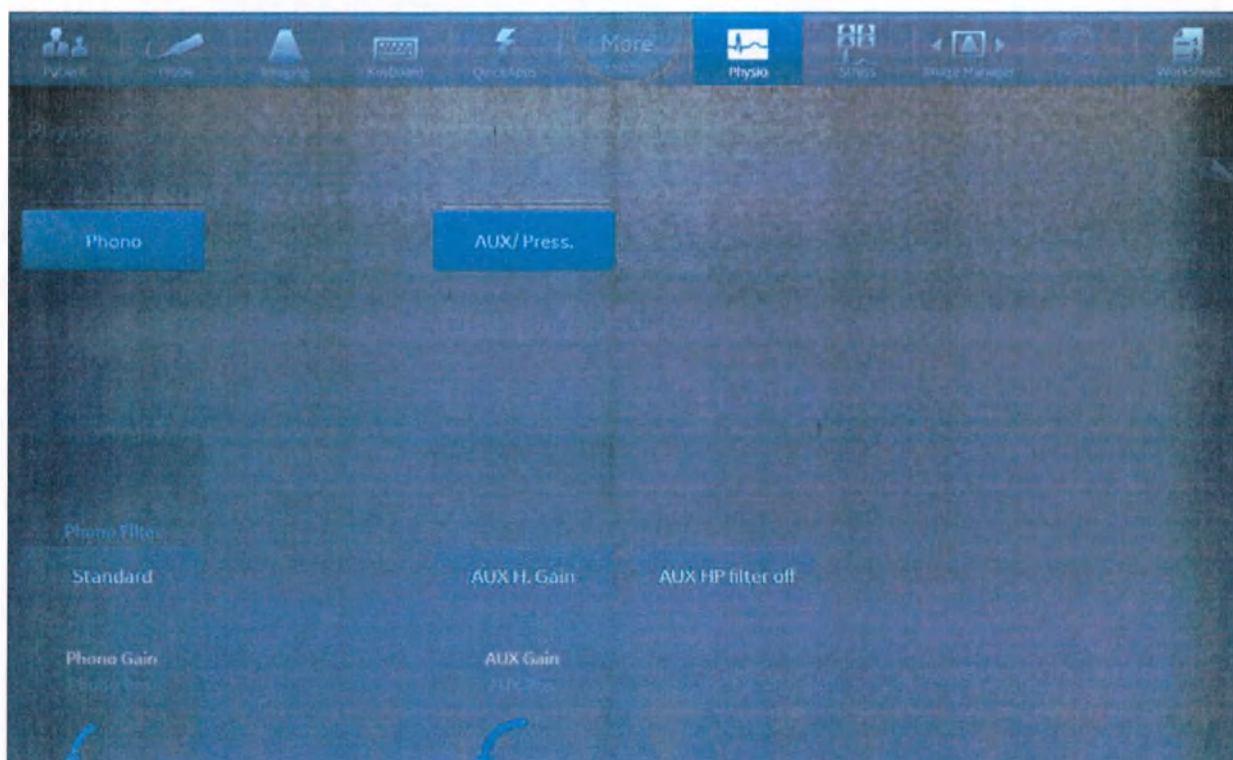

Рис. 3-17. Элементы управления мониторингом ФКГ
1. На сенсорной панели нажмите на вкладку **Physio** (Физиологические кривые). Перейдите на **Стр. 2** и нажмите кнопку **Phono** (ФКГ) или **AUX/Pressure** (AUX/Давление) (см.Рис. 3-17).